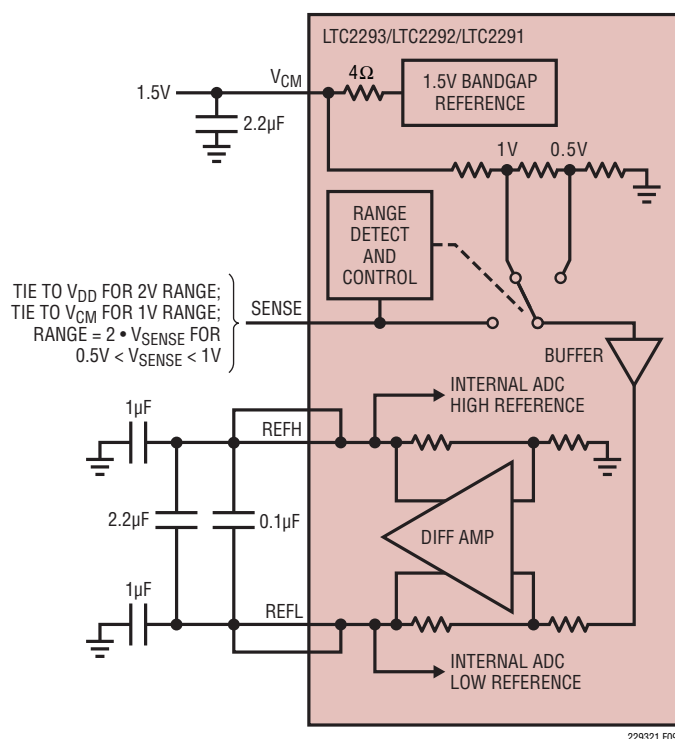

図9. 等価リファレンス回路
1.5Vのバンドギャップ・リファレンス、差動アンプ、およびスイッチングと制御の回路で構成されるLTC2293/LTC2292/LTC2291のリファレンス回路を図9に示します。内部電圧リファレンスはピンで選択可能な2V(差動±1V)または1V(差動±0.5V)の2つの入力レンジに設定することができます。SENSEピンをV_{DD}に接続すると2Vの範囲が選択され、SENSEピンをV_{CM}に接続すると1Vの範囲が選択されます。
差動アンプはADCの“H”リファレンスと“L”リファレンスを生成します。高速スイッチング回路がこれらの出力に接続されているので、これらの出力は外部でバイパスする必要があります。各出力には2つのピンがあります。パッケージのインダクタンスを減らすために複数の出力ピンを必要とします。バイパス・コンデンサは図9に示すように接続する必要があります。ADCの各チャンネルのリファレンスは独立しており、バイパス・コンデンサも各チャンネル専用です。2つのチャンネルで使用する入力範囲は、同じでも別々でもかまいません。